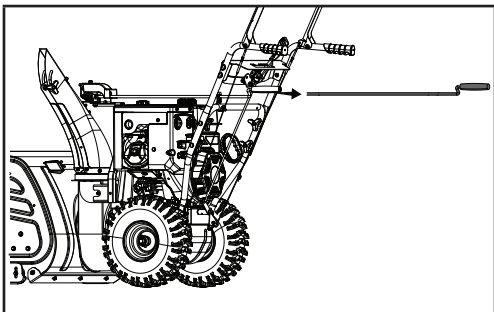

Figure 39
5. Retirez les boulons (20 mm / 30 mm) qui retiennent le protège-courroie (figure 39). Il est à noter que le ressort n'est pas tendu à ce stade-ci.